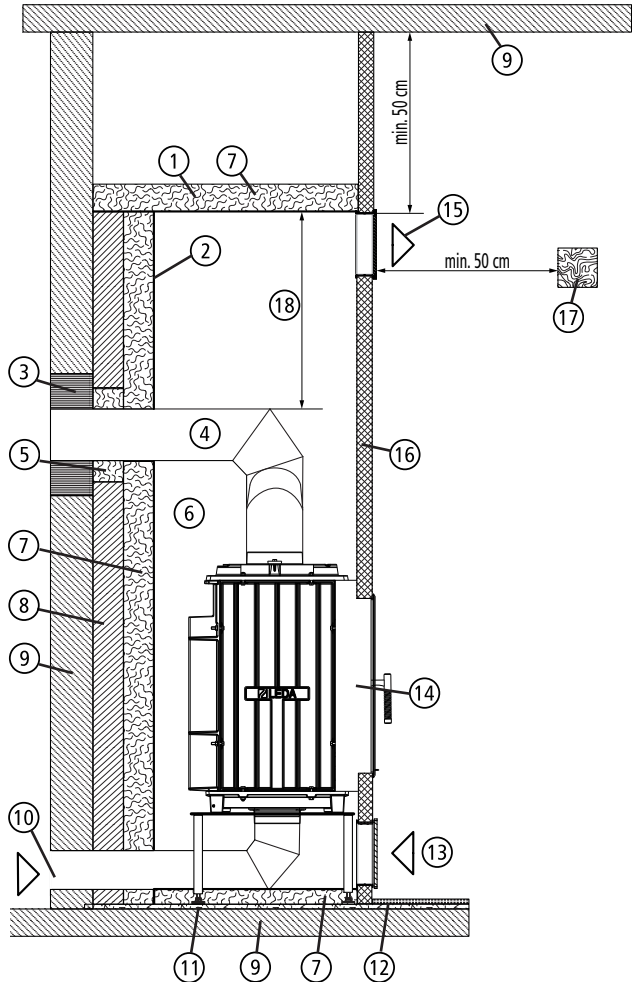

Abb. 4.3 Schutz von brennbaren und nicht-brennbaren Anbauflächen
- Die Heizkammer darf nicht direkt unter einer Geschossdecke mit oder aus brennbaren Baustoffen enden - ein Abstand zwischen Heizkammerdecke zur Geschossdecke von mind. 50 cm ist einzuhalten (siehe Abb. 4.3 auf Seite 112).